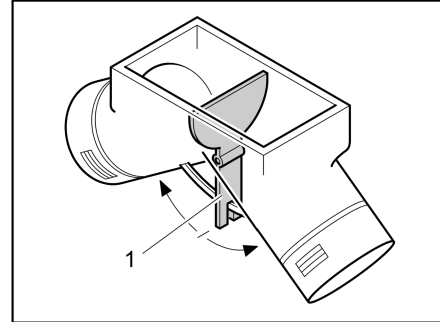

Bild 111 Cirkulationsfläkt, spjäll i mittläge
I mittläget fördelas varmluften jämnt mellan de två varmluftsöppningarna. Manöverspaken (Bild 111,1) för spjället finns under golvluckan i klädskalet.
- Skjut manöverspaken (Bild 111,1) i pilens riktning tills önskad position nås.